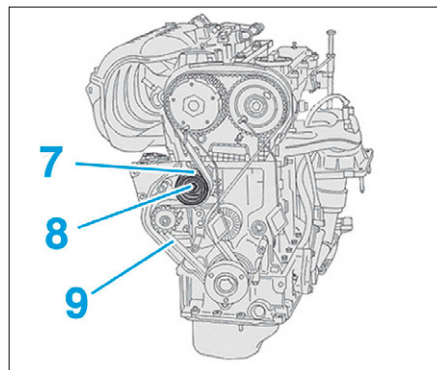

FIG. 5
- Desserrer l'écrou (7) et détendre la courroie en agissant sur le galet tendeur (8) (Fig.5).
- Déposer la courroie de distribution (9).